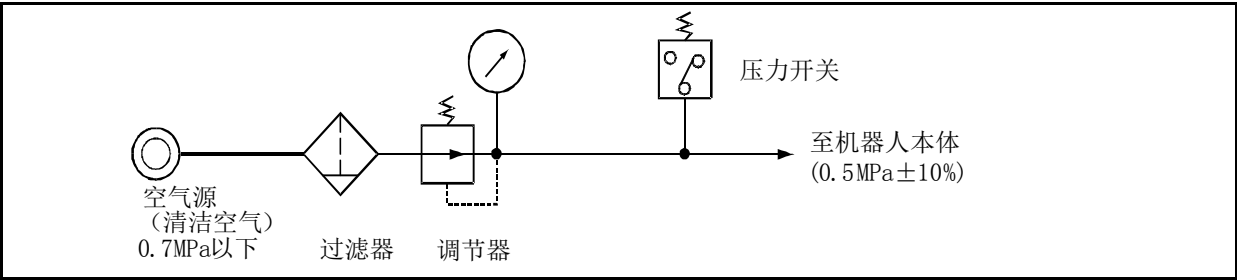

图 2-18：抓手用压缩空气供应电路示例
抓手用压缩空气供应电路示例如图 2-18 所示。
- 2) 工厂压缩空气压力过低时，由于抓手的抓紧力过低等有可能导致实际作业故障。作为该防止措施，应按图 2-18 所示在压缩空气源上安装压力开关，并设置压力过低时使机器人停止的电路。即使有压力开关仍然会发生故障的情况下，应使用机械锁定式抓手、通过弹簧压力进行抓紧的抓手。